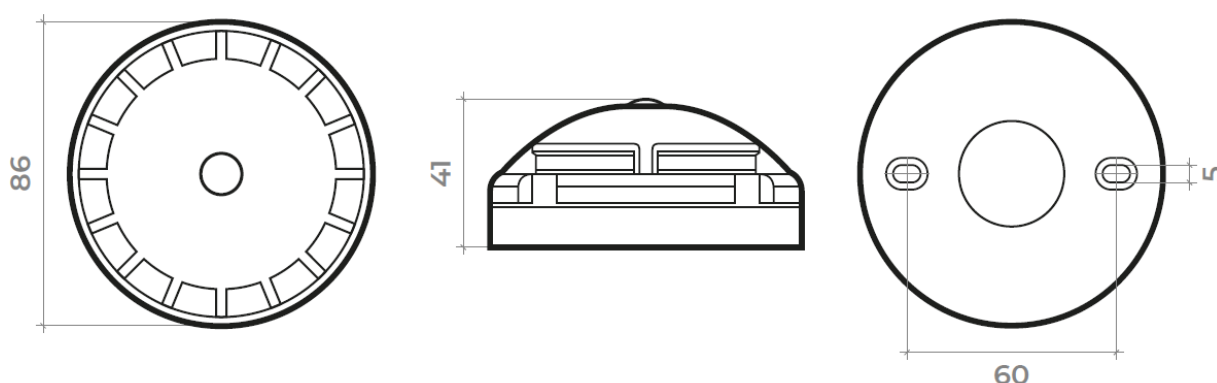
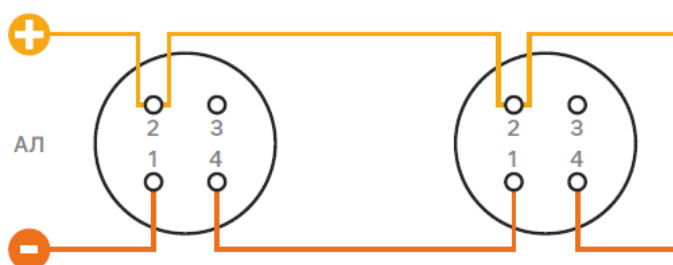

Рис.1. Габаритные и установочные размеры извещателя.
Рис.2. Схема включения извещателя в адресную линию АПКП.
2.1.2. Установить базы извещателей согласно проекту. Габаритные и установочные размеры из-вещателя показаны на рис.1, схема подключения – на рис.2.